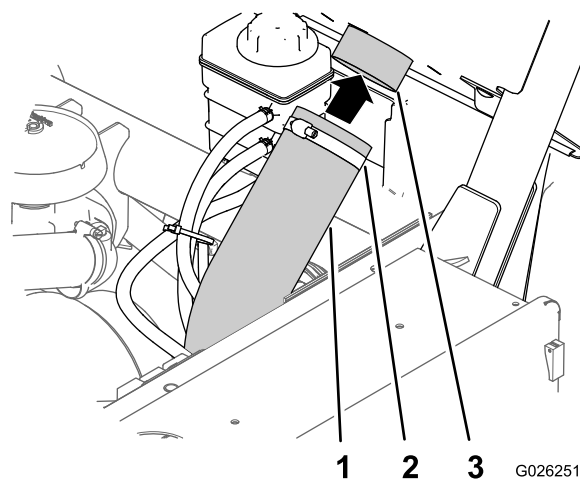

Figura 7
3. Alinhe o tubo de entrada da TVC com o conector do tubo de entrada na parte posterior do painel do ROPS e aperte a abraçadeira (Figura 7).